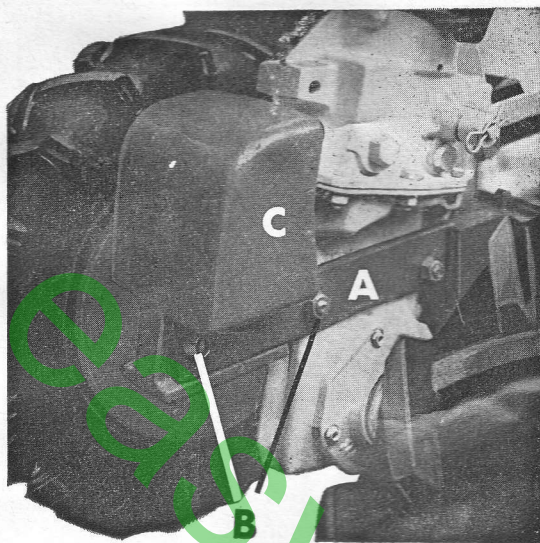

Fig. 8
- Monter le contrepoids C à l'avant de l'attelage A. Ce contrepoids est fixé par les boulons B (fig. 8).